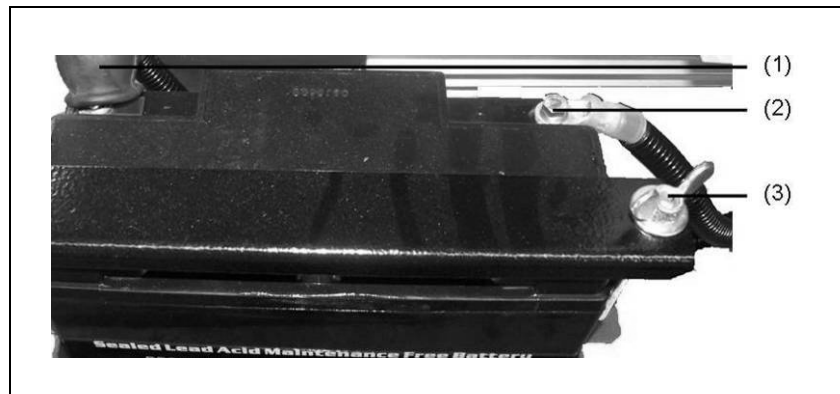

Abb. 7-2: Batterie wechseln
2. Batteriehalter (Abb. 7-2-(3)) abschrauben.
3. Batteriekabel abschrauben. Dazu Polschutzkappe (Abb. 7-2-(1)) zurückschieben und Schrauben (Abb. 7-2-(2)) lösen. Immer zuerst Kabel am MINUS-POL und dann erst am PLUS-POL lösen.